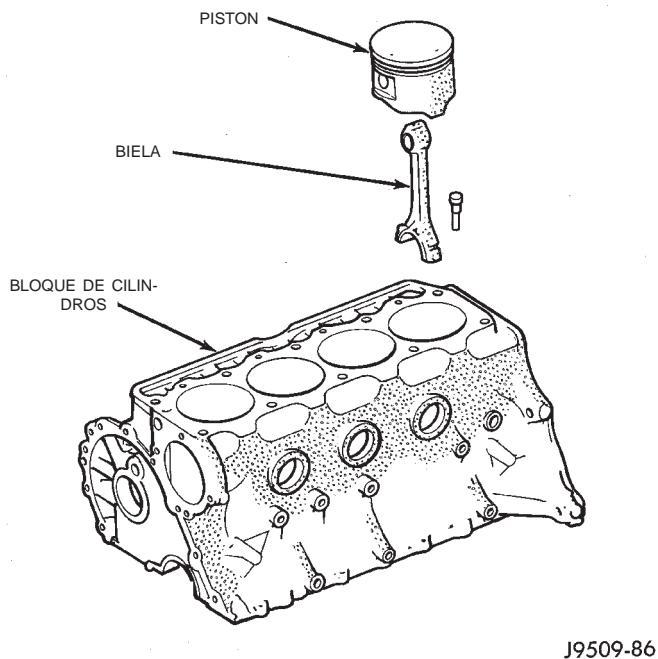

Fig. 64 Desmontaje del conjunto de biela y pistón
(11) Solicite a un ayudante que empuje el conjunto de biela y pistón hacia arriba por la parte superior de los huecos de los cilindros (Fig. 64).